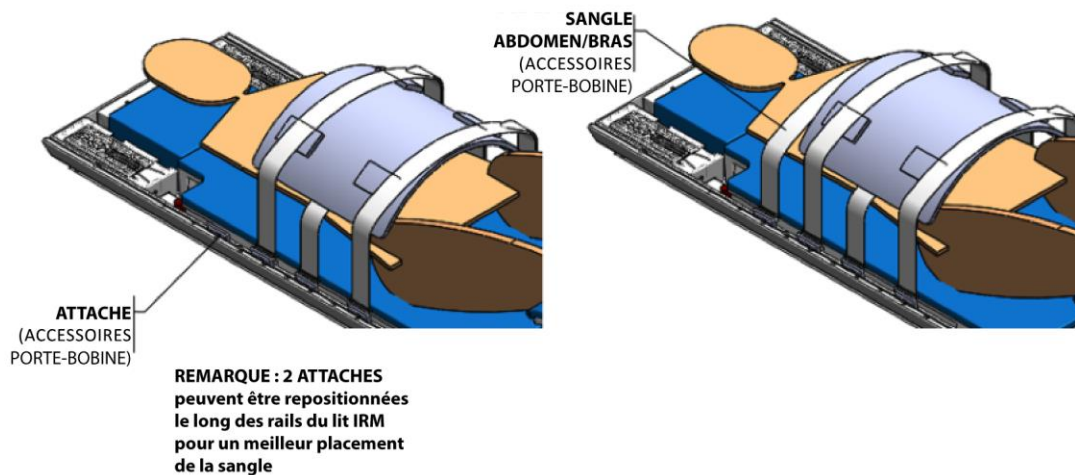

Figure 43 : Positionnement des sangles abdomen/bras
4. **Manipulateur IRM** : après avoir placé les bras du patient, installer la sangle abdomen/bras restante sur le clip, comme illustré à la *Figure 43*. Fixer chaque sangle abdomen/bras pour immobiliser les bras du patient.